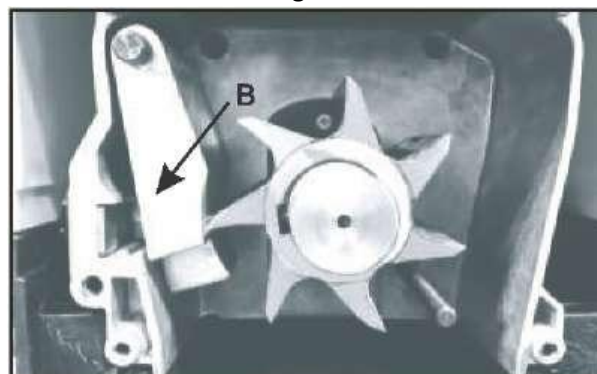

Fig. 6B)
2. Estrarre la controplacca (B) e inserirne una nuova. (Fig. 6B)